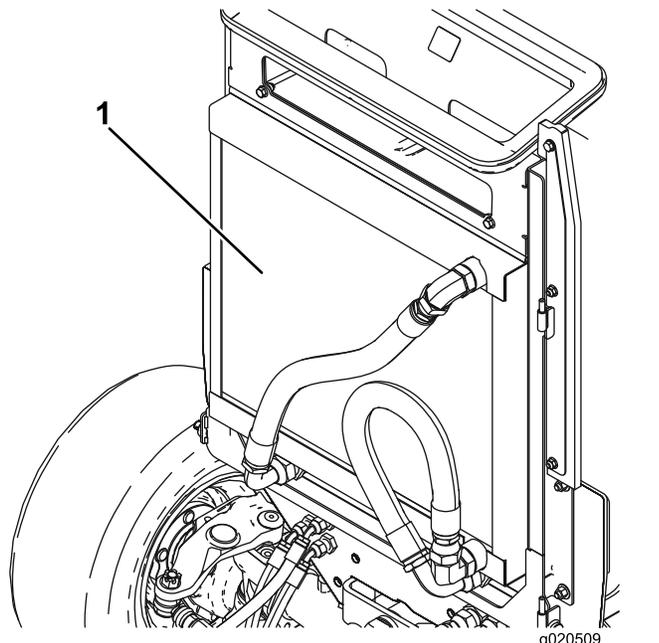

Рисунок 72
4. Тщательно очистите сжатым воздухом обе стороны радиатора и маслоохладителя (Рисунок 72).